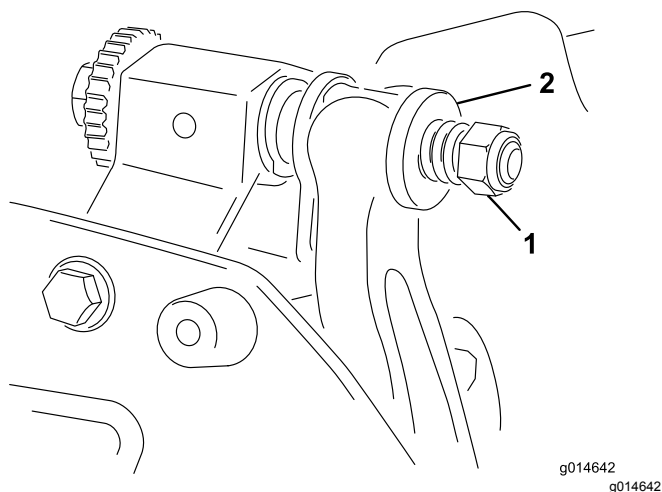

Bild 21
5. Ziehen Sie die Federspannungsmutter an, bis die Feder zusammengedrückt ist, drehen Sie sie dann eine 1/2 Umdrehung heraus (Bild 21).